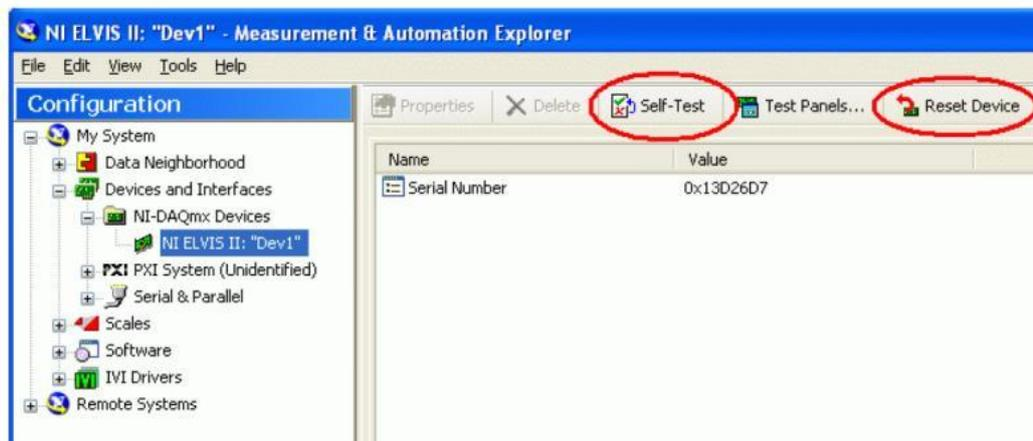

Рис. 49. Сброс и самоконтроль станции ELVIS II
4. Щелкните мышью по кнопке *Reset Device* (рисунок 49).